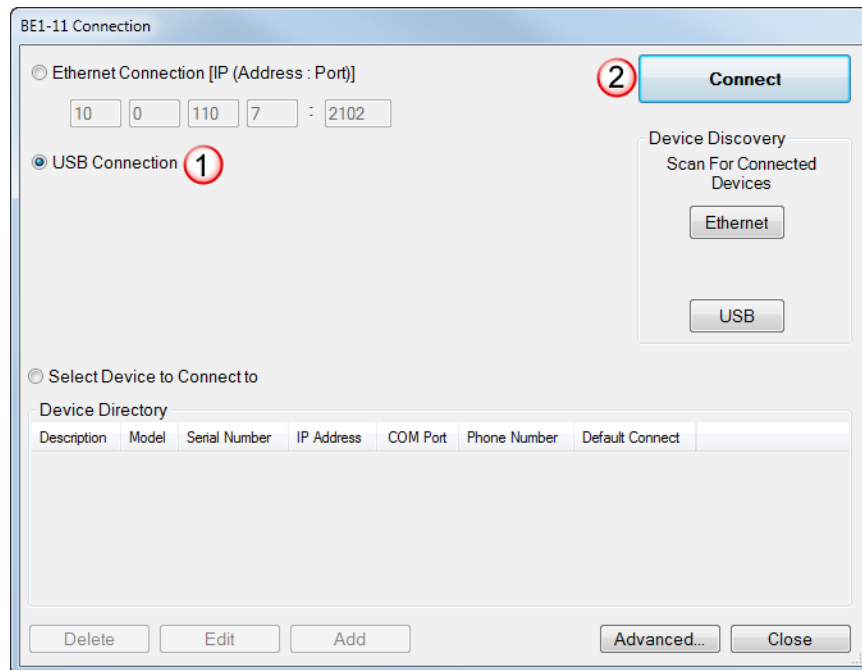

Figure 6. Écran Connexion BE1-11
L'écran Connexion BE1-11 représenté par la Figure 6 s'affiche. Sélectionnez Connexion USB (USB Connection), puis cliquez sur le bouton Connecter (Connect).
- Step 2: L'écran Connexion BE1-11 s'affiche. Reportez-vous à la Figure 6. Sélectionnez Connexion USB et cliquez sur Connecter.